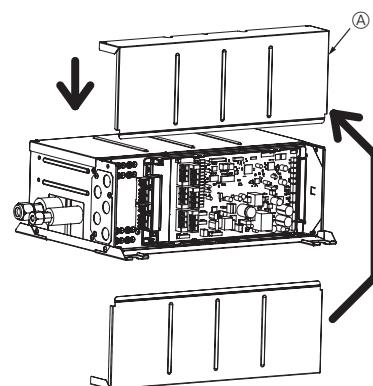

Fig. 4-5
4.1. Il est possible de modifier la direction des tuyaux. (Fig. 4-4). [Procédures de travail] (Fig. 4-5)